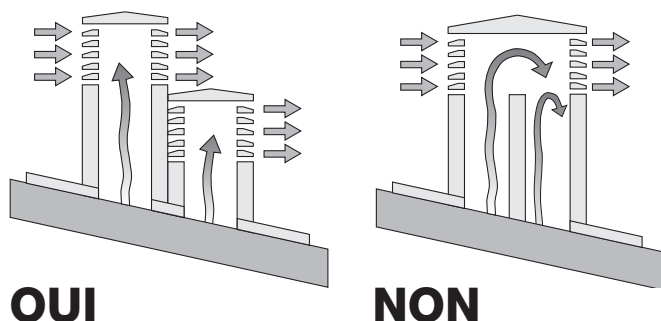

Fig.2: caractéristiques de la cheminée
- La cheminée doit être positionnée de telle façon à garantir l'évacuation des fumées bien au-delà de la zone de reflux. Une telle zone a des dimensions et formes différentes suivant l'inclinaison de la toiture, pour cela il faut adopter nécessairement les hauteurs minimales (Fig. 2).